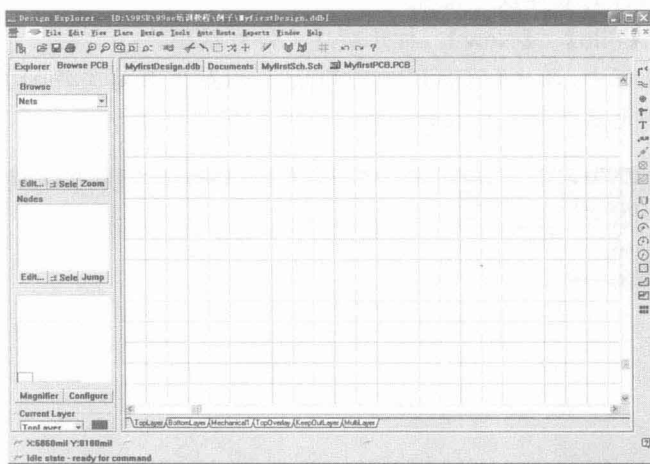

图 1-18 新建的 PCB 设计文件
2. 在新建文件对话框中，单击 **【PCB Document】**（PCB 文件）图标，然后单击 **OK** 按钮，系统将会新建一个 PCB 设计文件，结果如图 1-18 所示。